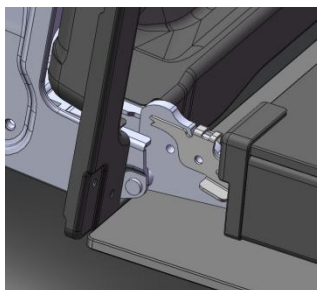

Fig.1
- Abra la puerta por completo (fig.1);